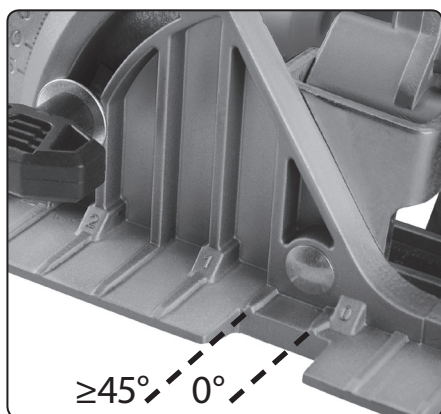

Abb. 7
- Lassen Sie die Säge volle Geschwindigkeit erreichen und bewegen Sie sie dann langsam zur markierten Schnittlinie mit der Seite der Kerbe der Grundplatte nach eingestelltem Neigungswinkel für senkrechten oder Schrägschnitt (siehe Abb. 7).